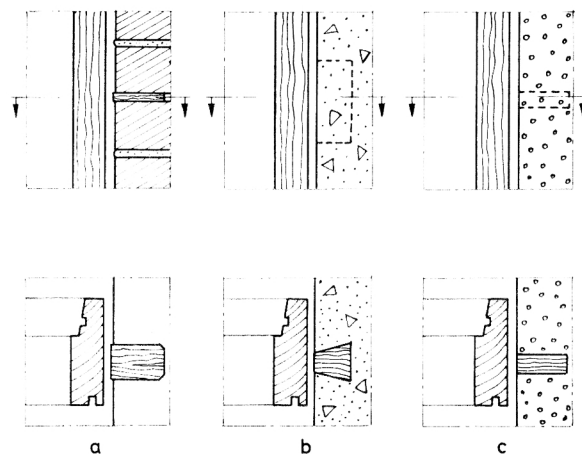

Fig. 134. Mål 1 : 10
- 134 I vanlig mur av tegl eller betong legges det enten inn spikerslag i fugene under muringen, eller fugen krafses ut i 7–8 cm dybde og en plugg av tørt tre slås inn. Spikerslag som ligger i fugen, må ofte krafses med treplugg slik at de er ordentlig faste, fig. 134, eksempel a. I vegger av betong monteres trapesformete spikerslag til forskalingen slik at de blir faststøpt. Spikerslagene må monteres slik at betongmørtelen lett renner ned og pakker seg rundt dem, fig. 134, eksempel b. Dersom spikerslag mangler eller ikke sitter fast, bores hull i betongen for plugg av tørt trevirke. Hullene bør være ca. 2,5 cm i diameter og 7–8 cm dype.
Lettbetong gir mindre godt feste både for stift, spiker og skruer. Det er med fordel brukt å bore hull ca. 7–8 cm dypt og fylle dette med tørt trevirke innsatt med kaldtvannslim. Hullet bores lett med et tynnvegget rør, f. eks. rør for elektriske ledninger. Til pluggmateriale brukes rundstokk, og limet bør være et vannfast kaldtvannslim, fig. 134, eksempel c.